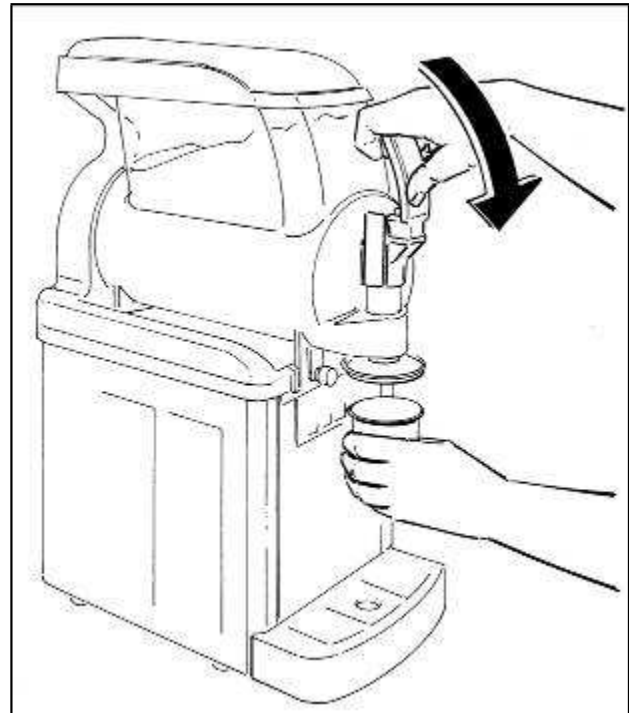

ABB. 11
- Wenn das Produkt seine gewünschte Konsistenz erreicht hat, einen Becher unter den Ausgabelahn halten und den Hebel wie in Abb.11 gezeigt nach unten ziehen.
GT1 und GT2 sind mit einer sternförmigen Garniertülle ausgestattet; halten Sie den Becher während der Ausgabe wie in Abb. 11 gezeigt darunter.